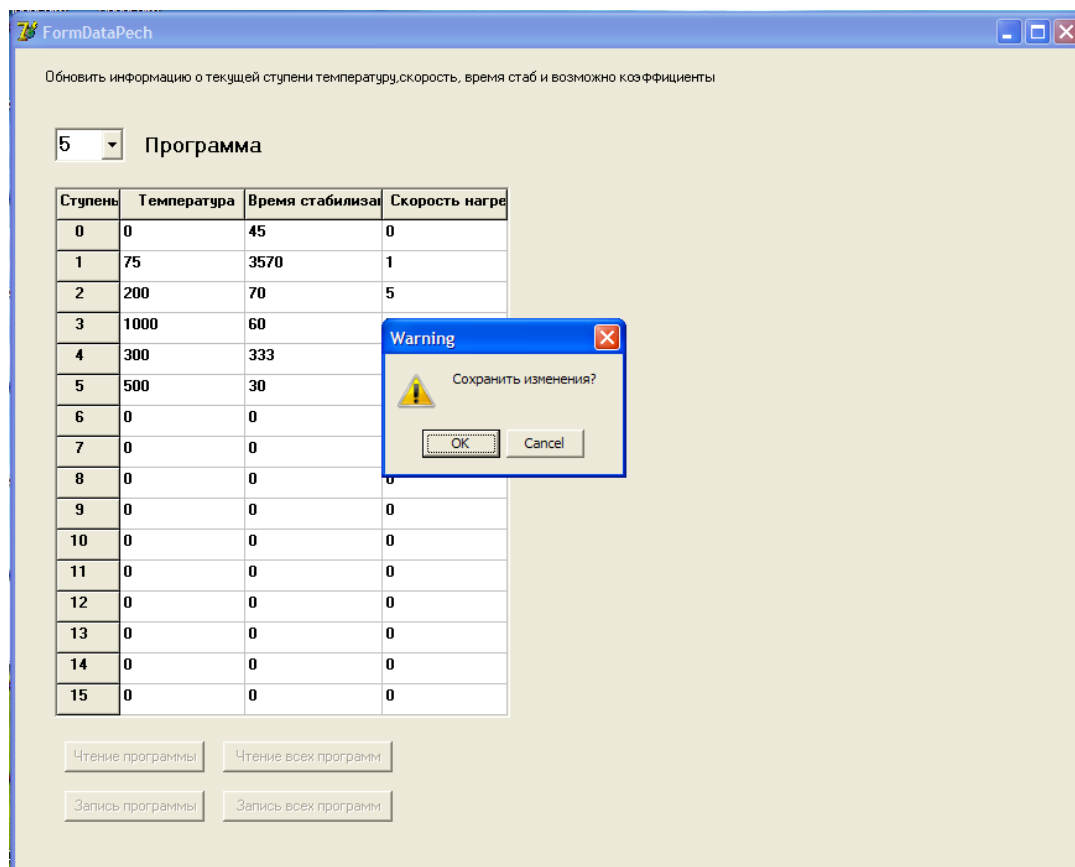

Рис. 10.
4.13 Для сохранения сделанных изменений снова раскройте список программ и щелкните по любой программе, аналогично п.4.10. Появится окно (рис. 10). Для сохранения изменений нажмите кнопку “Да”, если изменения не нужно сохранять, нажмите кнопку “Нет”.